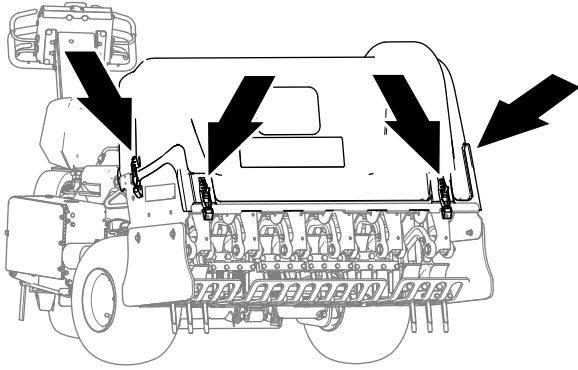
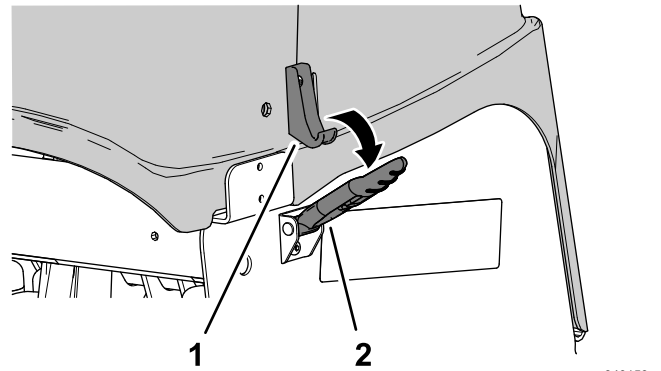

Bild 137
Bild 139
4. Entriegeln Sie die Abdeckung des Aerifizierkopfs an den vier Verriegelungspunkten (**Bild 137** und **Bild 139**).